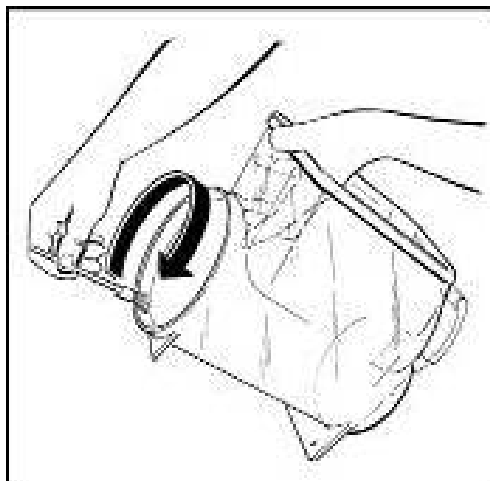

Fig. 15
- Lubrificare la parte posteriore della vasca nel punto in cui la stessa combacia con la guarnizione di tenuta per agevolare la procedura di montaggio (Fig. 15).